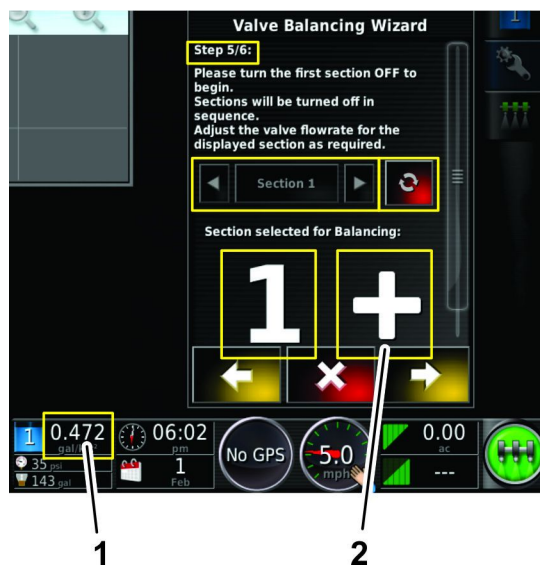

Рисунок 57
- Норма внесения для клапана секции слишком низкая (Рисунок 57).